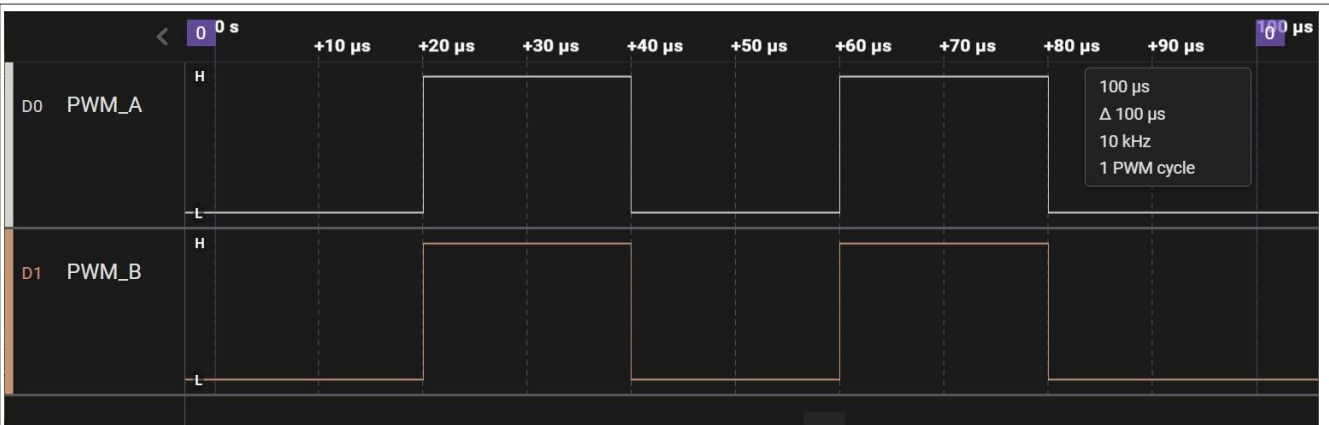

图33. 双开关PWM波形 (DBLEN = 1, SPLIT = 0)
- 当SMOCTRL[DBLEN] = 1时, 启用双开关PWM操作, 如图33所示。